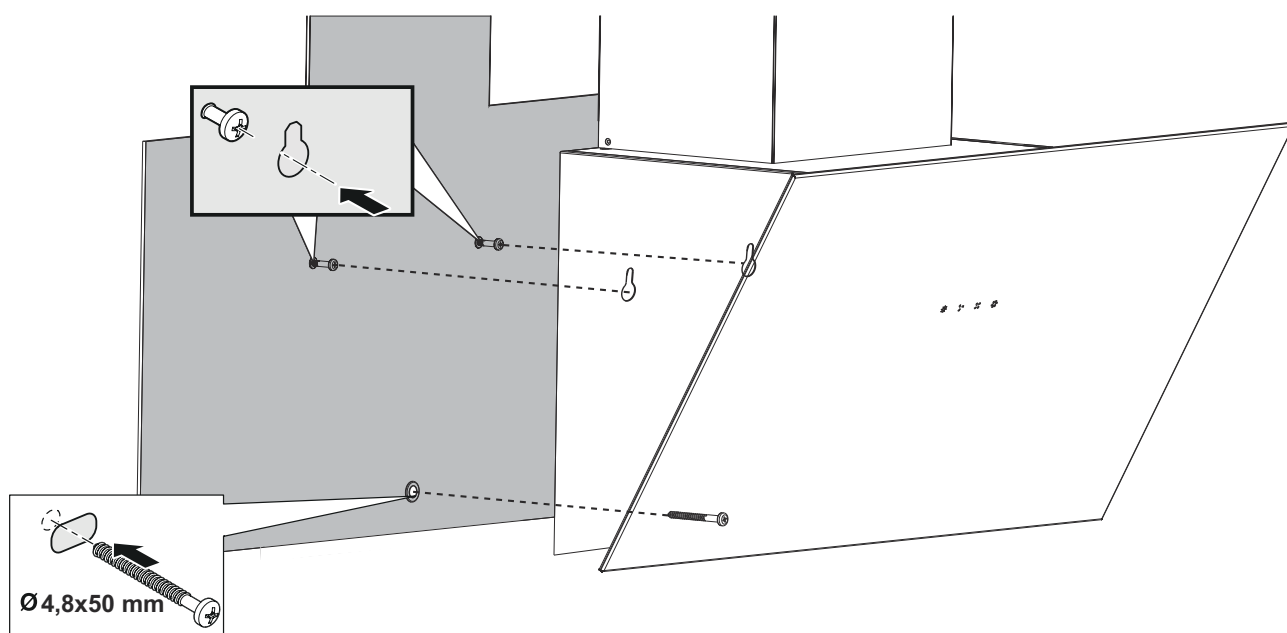

Fig. 12
1. ➤ Løft produktet op til skruerne, som du skruede på væggen før, og spænd skruerne (Fig. 12).
2. ➤ Fastgør produktet til væggen med to 4,8x50 skruer, som sidder inde i selve emhætten (Fig. 12).